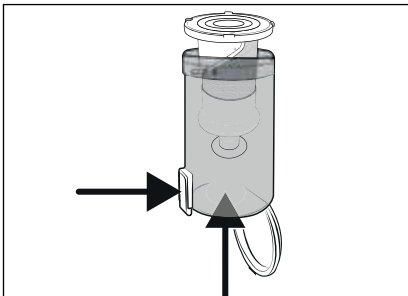

Fig. 23
- 3) Tag filteret af rustfrit stål **6** ud af smudsbeholderen **7** ved at trykke på oplåsningsknappen til smudsbeholderdækslet **8**. Skub så filteret af rustfrit stål **6** ud af smudsbeholderen **7** nedefra (se fig. 23).